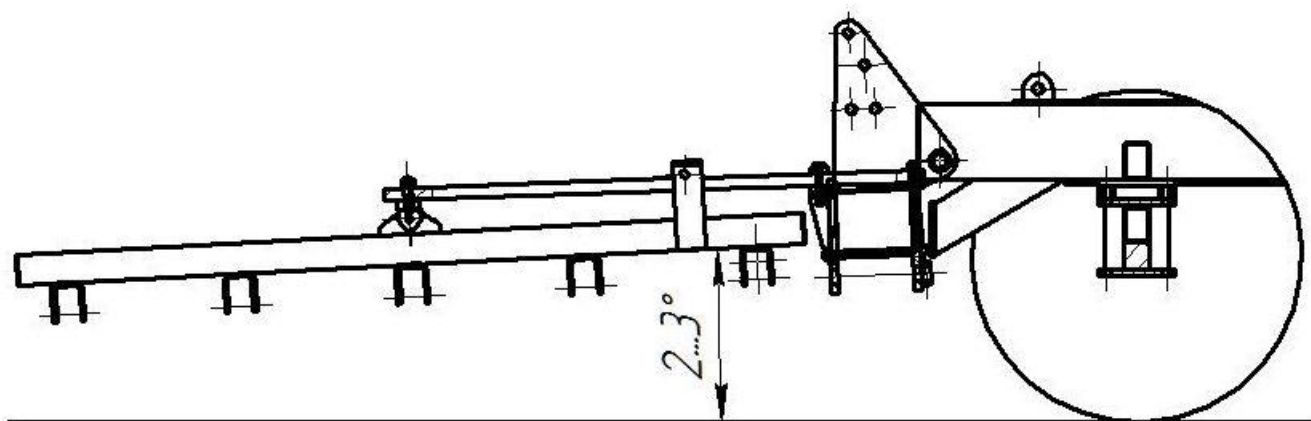

Рис. 5.7.4. Расположение секций пружинных рабочих органов.
5. Переустановите упор (10) (см. рис. 6.2.6) так, чтобы передняя часть рамы была чуть выше задней (см. рис. 5.7.4). Упор должен быть выше рессоры, т.к. при работе секция будет стремиться повернуться назад.